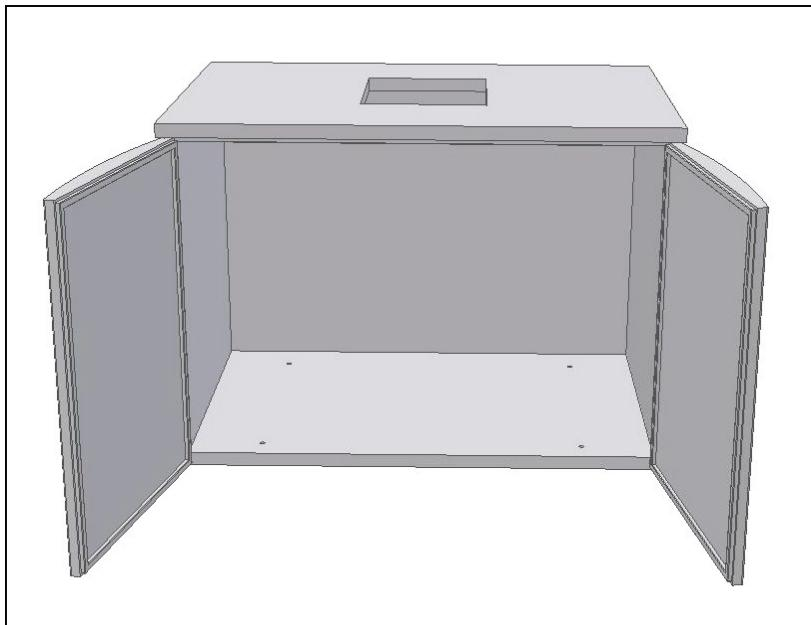

Fig. 9
- Fixer **la porte (droite et gauche)** au fond et au plateau (Fig.9);